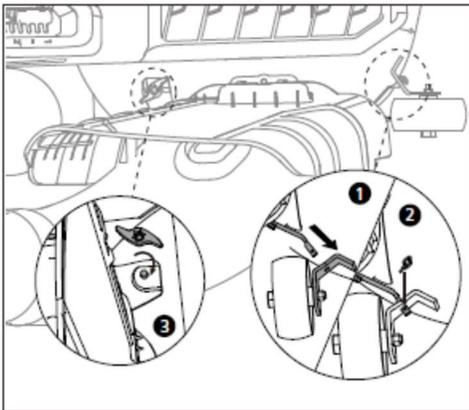

Fig. 9G
7. Inserte la varilla de la tubería de salida de hierba a través del orificio en el soporte de movimiento de la rueda de plataforma (1, Fig. 9G), y asegure con el pasador de pasador provisto (2, Fig. 9g). Inserte el orificio de la tubería de salida de hierba sobre la varilla roscada en la cubierta y asegúrelo con la tuerca de ala provista (3, Fig. 9G).